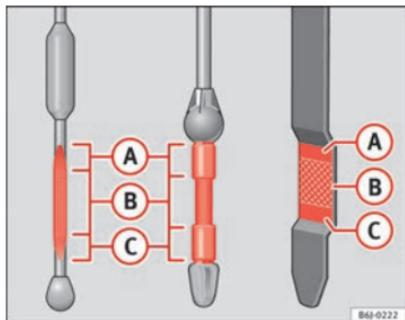

Fig. 126 Asta di misurazione livello olio motore
- In seguito, estrarla di nuovo e controllare il livello dell'olio ⇒ fig. 126. Se necessario, rabboccare dell'olio.